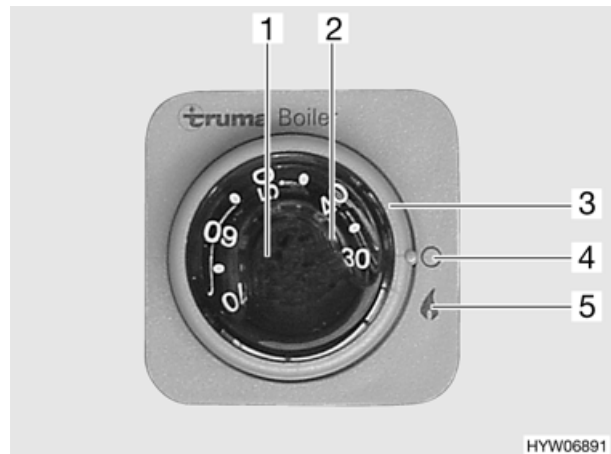

Bild 83 Bedienschalter für Truma Boiler (Moving)
- Boiler am Drehschalter (Bild 83,3) durch Drehen auf "🔥" (Bild 83,5) einschalten. Die grüne Kontroll-Leuchte "Betrieb" beleuchtet den Drehknopf (Bild 83,1). Die rote Kontroll-Leuchte (Bild 83,2) leuchtet auf, wenn eine Störung vorliegt (siehe Kapitel 14).
- Gewünschte Wassertemperatur am Drehknopf (Bild 83,1) einstellen.
- Drehschalter (Bild 83,3) auf "O" (Bild 83,4) drehen.
Die rote Kontroll-Leuchte (Bild 83,2) leuchtet auf, wenn eine Störung vorliegt (siehe Kapitel 14).
- Boiler ausschalten. Drehknopf (Bild 83,1) auf Linksanschlag stellen.